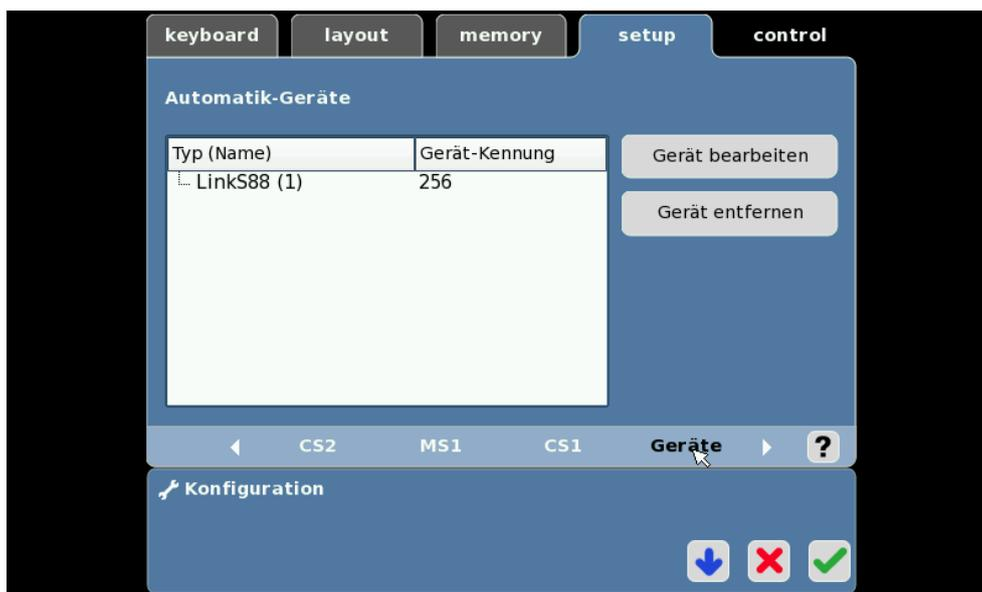

Abbildung 12-6: Der Terminaladapter als Automatik-Gerät
Im Konfigurationsmenü der CS2® (siehe Abbildung 12-6) wird der Terminaladapter angezeigt. In der Regel steht beim Neustart der CS2® bei **<Typ (Name)>** „LinkS88 (1)“. Hier kann auch ein anderer Automatik-Kenner vergeben werden, dies sollte allerdings der CS2® vorbehalten bleiben.